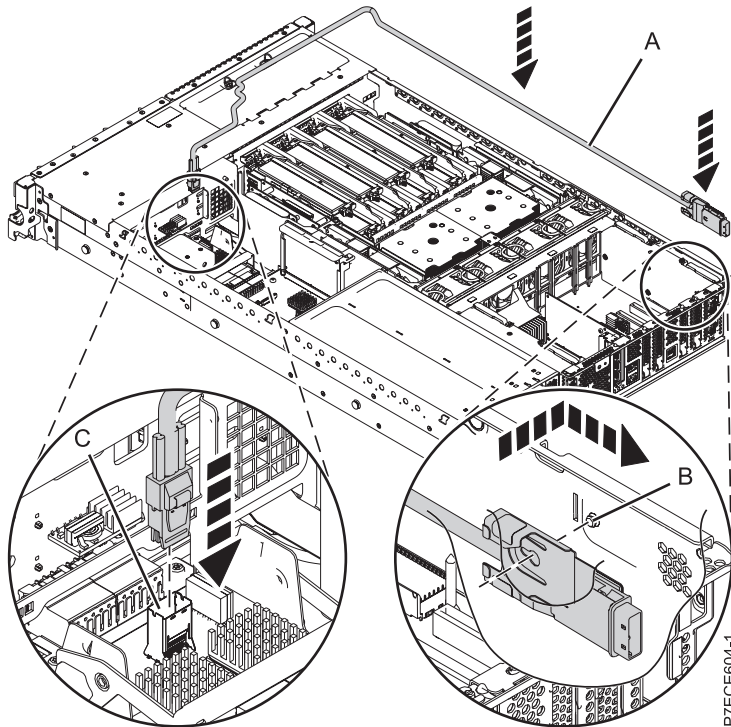

Figure 39. Remplacement du câble SAS
3. Branchez le connecteur mini-SAS du câble SAS au port de connexion SAS interne (C) sur l'interposeur de stockage et appuyez jusqu'à ce qu'il s'enclenche. Pour plus d'informations, voir figure 39, à la page 66.
4. Faites passer le câble (A) devant le boîtier d'extension de mémoire, dans la gouttière le long de la paroi latérale jusqu'à ce que le connecteur de port SAS se trouve à proximité de l'ouverture situées à l'arrière du châssis.
5. Alignez l'encoche du support du connecteur de port SAS (B) sur la broche de guidage à l'intérieur du boîtier. Puis, glissez le connecteur de port SAS dans l'ouverture à l'arrière du châssis jusqu'à ce que le taquet du support s'enclenche.